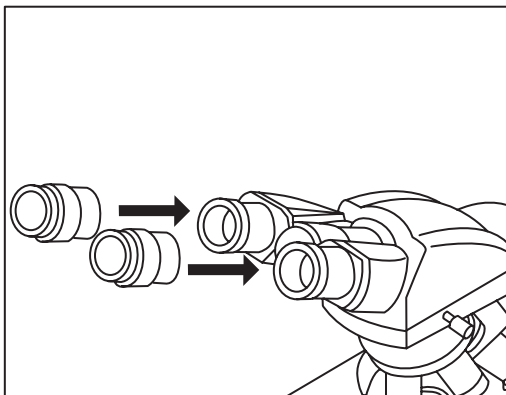
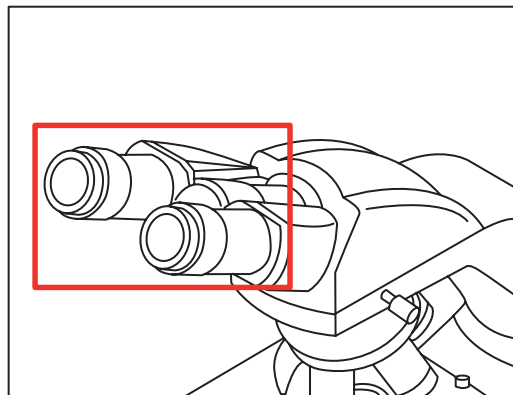

Figura 5.
Figura 6.
- Inserte el ocular en el tubo del ocular (Figura 5), hasta que queden alineados uno contra el otro (Figura 6).